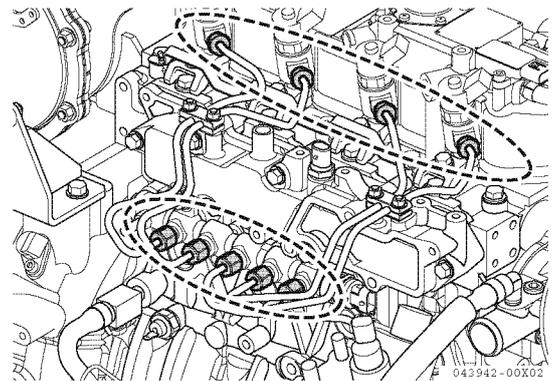

**Figure 7-5**
3. Retirez le tuyau de retour de carburant (1, **Figure 7-5**) de l'injecteur. Retirez le raccord du tuyau de retour de carburant (raccord à la rampe de fuite arrière) (2, **Figure 7-6**) verticalement tout en appuyant complètement sur la bague de retenue (agrafe) (1, **Figure 7-6**) fixée sur le haut de l'injecteur dans le sens de la flèche A (**Figure 7-6**). Ne tenez pas la durite. Cela pourrait l'endommager. Ne réutilisez pas les agrafes déposées.